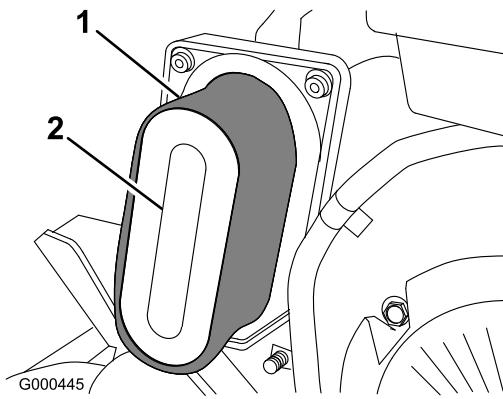

Figura 23
- Si el elemento de gomaespuma está sucio, sepárelo del filtro de papel (Figura 23). Límpielo a fondo.